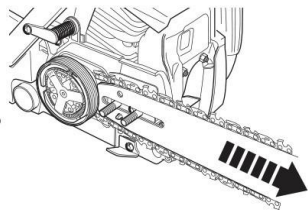

Rys. 6
7. Umieść łańcuch pilarki (14) nad zębataką napędową łańcucha (24) za sprzęgłem (25) i naciągnij go wokół prowadnicy (13). Zadbaj o to, aby łańcuch był umieszczony nad chwytakiem łańcucha (17) (rys. 6).